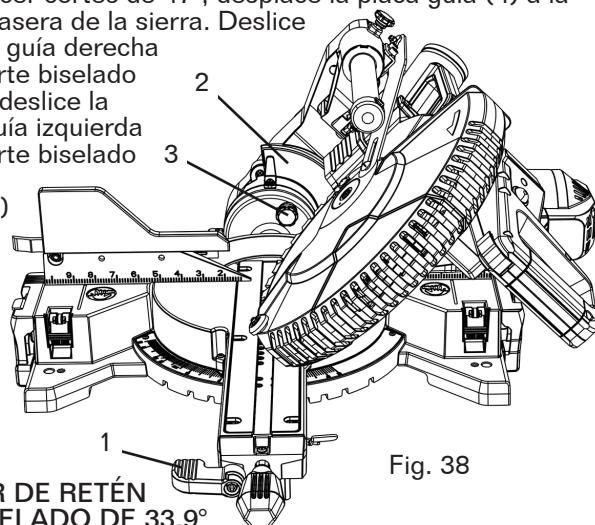
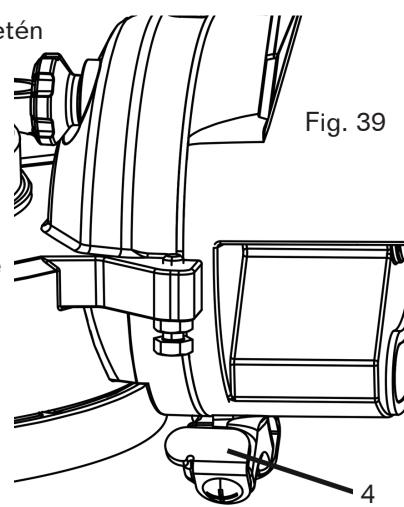

Fig. 38
Fig. 39
CORTE DE BISEL (FIG. 38, 39)
1. Cuando necesite hacer un corte biselado, gire la manija de bloqueo para biselado (1) en el sentido de las agujas del reloj para aflojarla.
2. Incline el cabezal de corte al ángulo deseado, según se muestra en la escala de biselado (2). (Fig. 38)
3. La hoja se puede colocar en cualquier ángulo, desde un corte recto de 90° (0° en la escala) hasta un corte biselado de 45° a la izquierda. Ajuste la manija de bloqueo para biselado (1) para tratar el cabezal de corte en posición. Los topes positivos suministrados son 0° , $33,9^\circ$ y 45° . (Fig. 38)
- NOTA: La sierra viene con un pasador de retén para biselado de $33,9^\circ$ (3) para configurar cortes de molduras tipo corona cuando el ángulo de las paredes es igual a 90° .
5. Para hacer cortes de 47° , desplace la placa guía (4) a la parte trasera de la sierra. Deslice la placa guía derecha para corte biselado de 47° ; deslice la placa guía izquierda para corte biselado de 47° . (Fig. 39)
PASADOR DE RETÉN PARA BISELADO DE $33,9^\circ$ PARA MOLDURAS TIPO CORONA (FIG. 38)